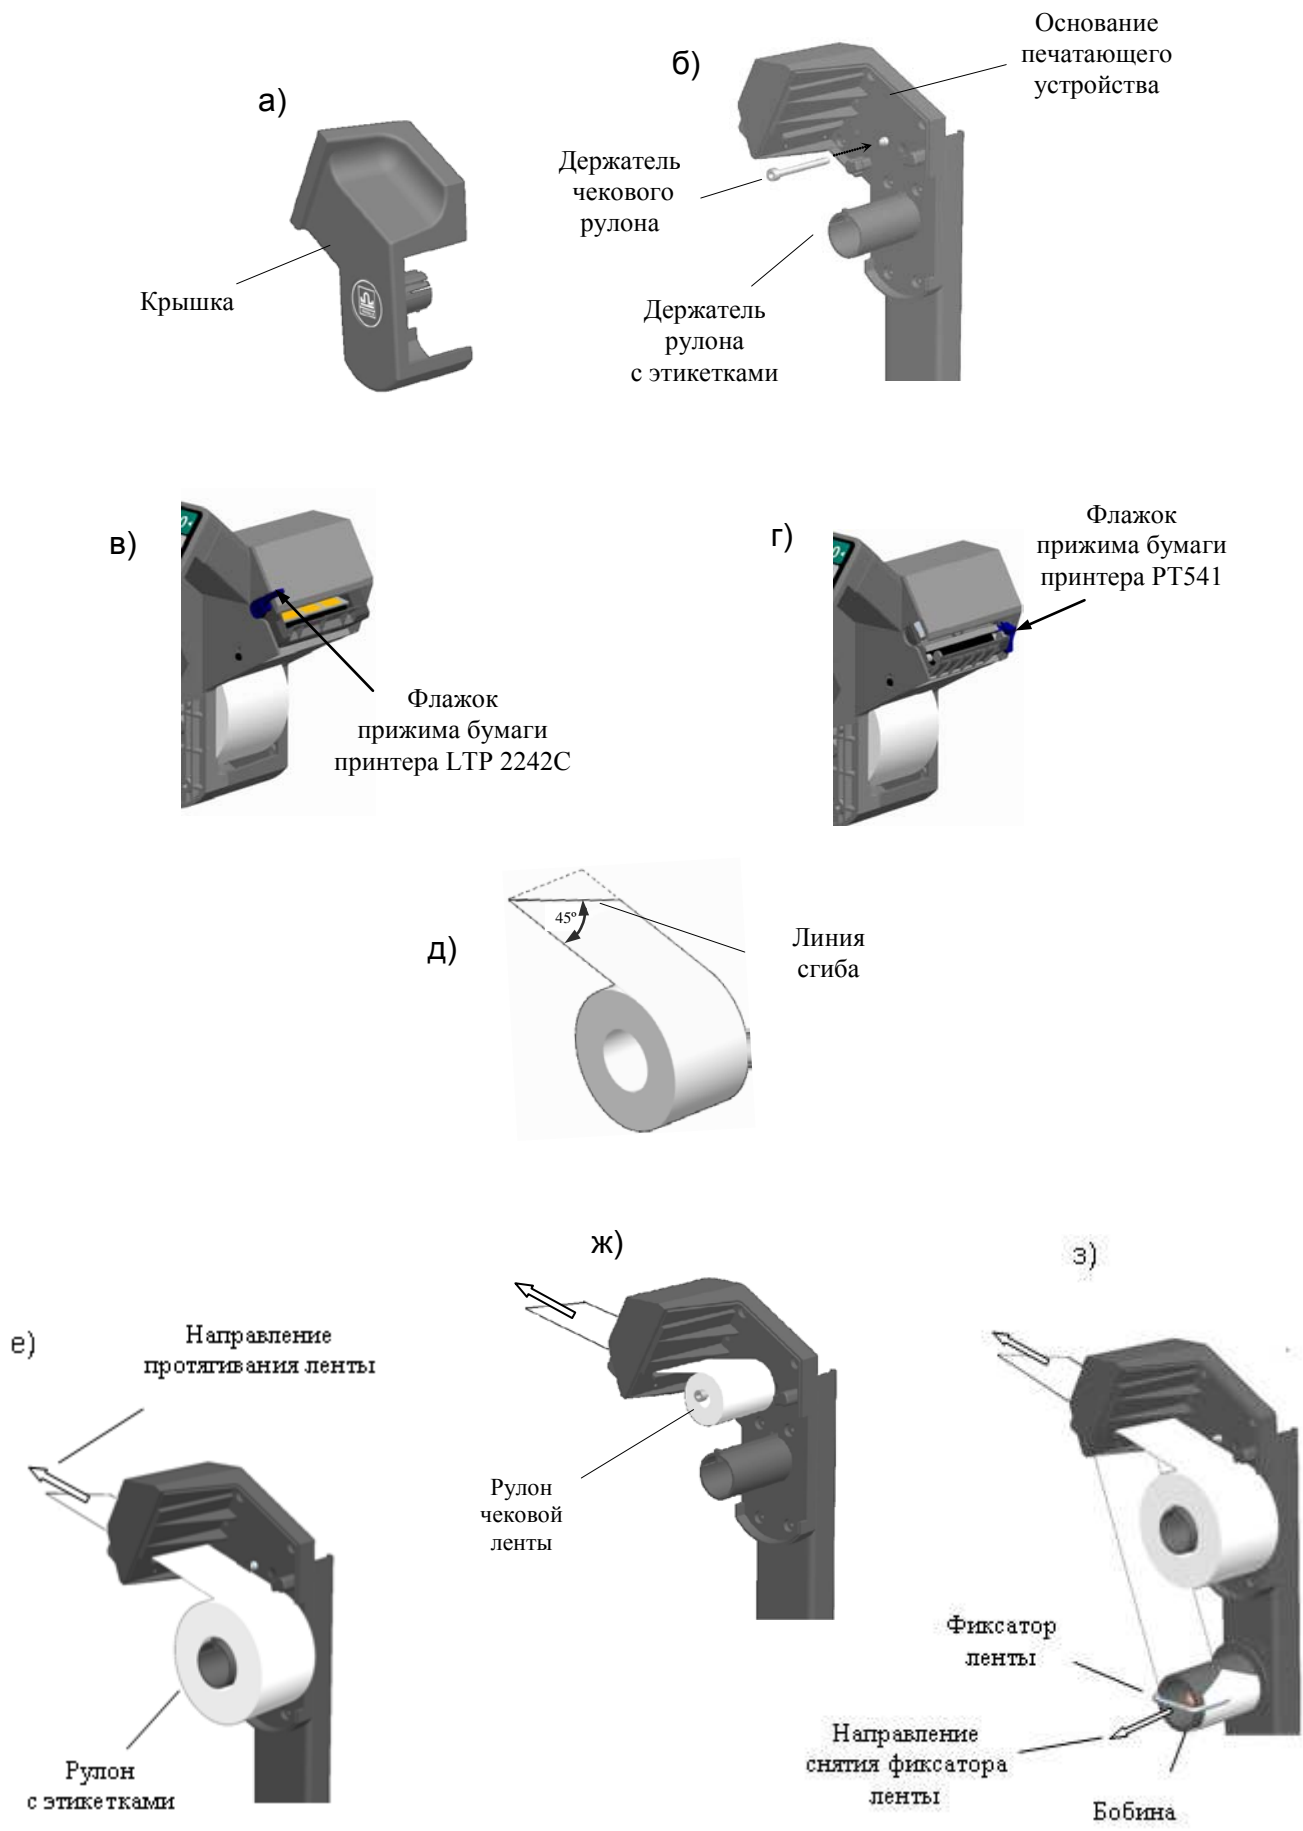

Рис. 2.3 – Установка рулонов в терминалах RP и R2P Дополнить картинку
☞ Для работы с чековой лентой в терминале необходимо установить держатель чекового рулона (рис. 2.3 б), который входит в комплект поставки.
- Легким рывком снять крышку печатающего устройства (Рис. 2.3 а, б).
- Поднять флажок прижима бумаги (Рис. 2.3 в, г).
- Плотно согнуть конец ленты нового рулона под углом 45° (Рис. 2.3 д).
- Надеть рулон на соответствующий держатель (Рис. 2.3 е, ж).
- Снять фиксатор с бобины (Рис. 2.3 з).